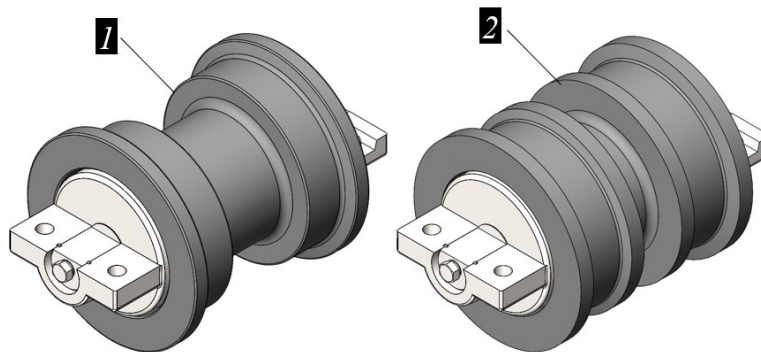

Рисунок 5.97. Внешний осмотр опорных и поддерживающих катков
- ▶ Провести визуальный осмотр рис. 5.97;